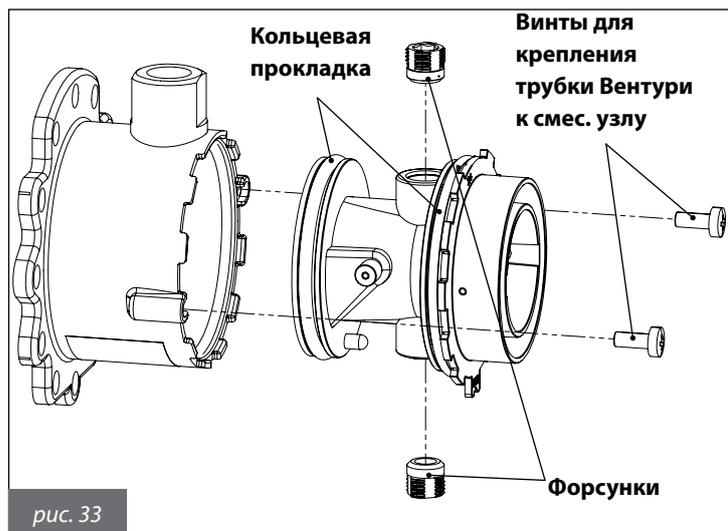
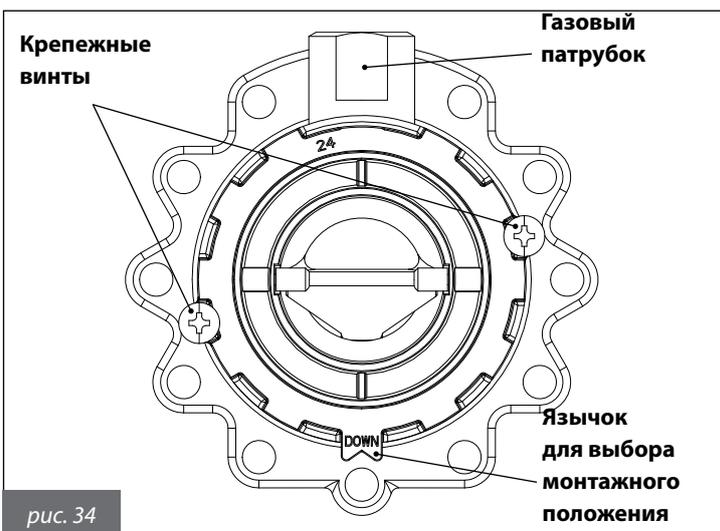

рис. 33
рис. 34
- Отвинтить два винта и вытащить пластмассовый корпус смесительного узла (рис. 33).
- Используя шестигранный ключ, вывинтить две форсунки диаметром 6 мм (рис. 33).
- Вставить пластмассовый корпус (трубку Вентури) в смесительный узел и зафиксировать его крепежными винтами, **обращая внимание на то, чтобы не повредить кольцевые прокладки, расположенные по краям пластмассового корпуса** (рис. 33), и правильно выбрать монтажное положение (рис. 34).
- Закрепить смесительный узел на вентиляторе с помощью шестигранных винтов, не забыв установить между ними уплотнительное кольцо (рис. 33).
- Отрегулировать уровень содержания углекислого газа (CO2) в дымовых газах, вращая регулятор «offset» **С** (рис. 34), и удостовериться, что его величина находится в пределах, указанных в табл. 20.